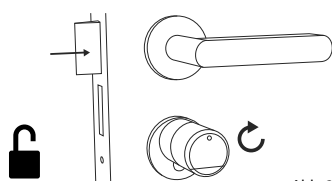
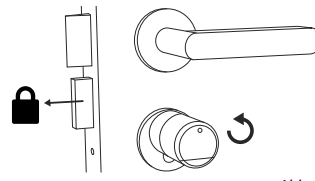

Abb. 2
Abb. 3
- 2 Der Zylinder ist nun freigegeben und das Schloss kann geöffnet (Abb. 2) bzw. abgeschlossen werden (Abb. 3).